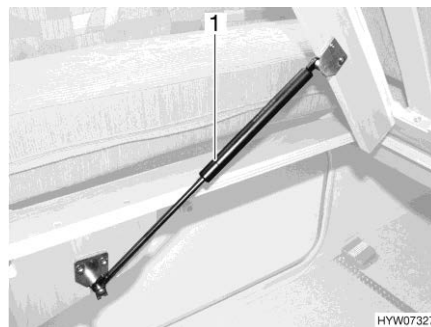

Fig. 135 Cama fija
- Levantar el somier. Los resortes por presión de gas (Fig. 135,1) retienen el somier en la posición abierta.